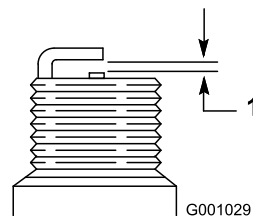

Figure 53
4. Réglez l'écartement des électrodes à 0,76 mm (0,030") (Figure 53).